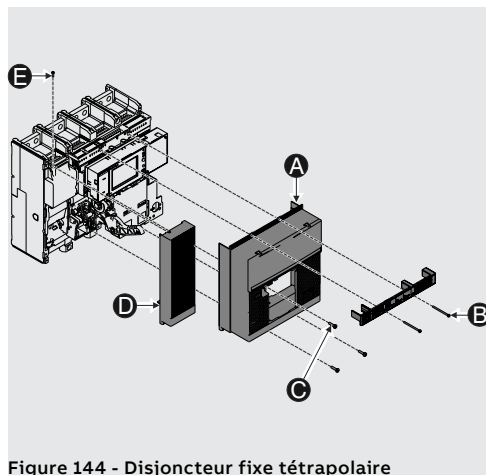

Figure 144 - Disjoncteur fixe tétrapolaire
1. Déposer la calotte (A) en enlevant les vis de fixation (B et C).
2. Avec disjoncteur tétrapolaire (Figure 144 - Disjoncteur fixe tétrapolaire), démonter le plastron latéral (D) en enlevant la vis de fixation (E).